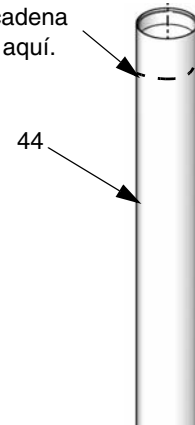
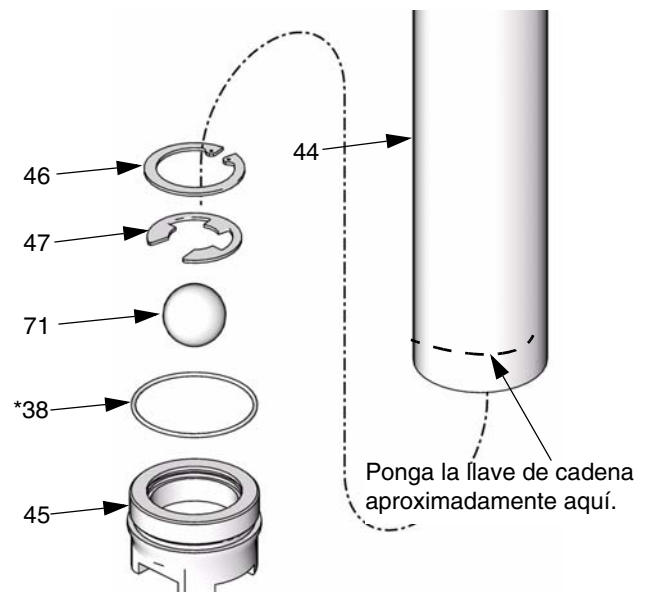

FIG. 16
FIG. 17
1. Utilice una llave de cadena cerca de la parte superior del tubo de aspiración, en el punto indicado en la FIG. 16, y una llave en la parte plana de la válvula de pie (45) para aflojar la válvula de pie del tubo de aspiración (44). 3Para no dañar el tubo de aspiración, no retire la válvula de pie hasta que se le indique hacerlo, en el paso 3.
- ✎ Cuando retire el tubo de aspiración, tenga mucho cuidado de no doblarlo, mellarlo ni dañarlo. Para evitar daños, use la llave de cadena sólo en las partes superior e inferior del tubo de aspiración, tal como se indica en las FIG. 16 y FIG. 17. No aplique la llave a la parte central del tubo de aspiración.
2. Con la válvula de pie aún colocada para soportar el tubo de aspiración, utilice una llave de cadena cerca de la parte inferior del tubo de aspiración, en el punto indicado en la FIG. 17 para aflojar el tubo de aspiración (44) del cuerpo de la bomba (34).
3. Retire el conjunto de la válvula de pie del tubo de aspiración (44).
4. Retire el anillo de retención (46), el anillo de presión (47), la bola (71) y la junta tórica (38*) de la válvula de pie (45). Inspeccione todas las piezas en busca de daños. Vea FIG. 17.